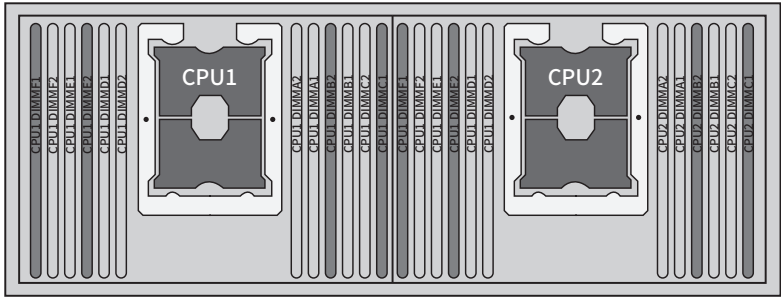

图1-7 内存插槽
云主机支持12个DDR4 Channel，共24个插槽，位置如图1-7所示。
- 内存条的安装，请优先使用蓝色插槽（即图1-7中深色插槽），蓝色插槽用完后再用黑色插槽。